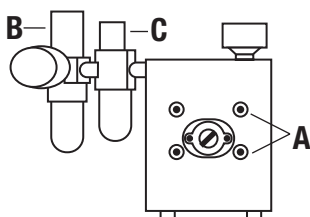
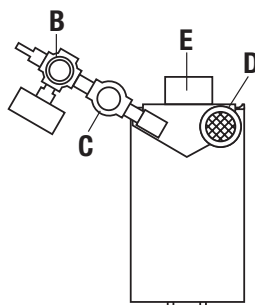

图1 控制台正视图
图2 控制台的俯视图
2. 安装压力表、压力调节器/润滑器/过滤器组件（B，C）和消音器（D）。正确的安装方向，请参见图1和图2。（包括所有物品及配件。）所有接口均使用螺纹密封，以减少漏气的可能性。